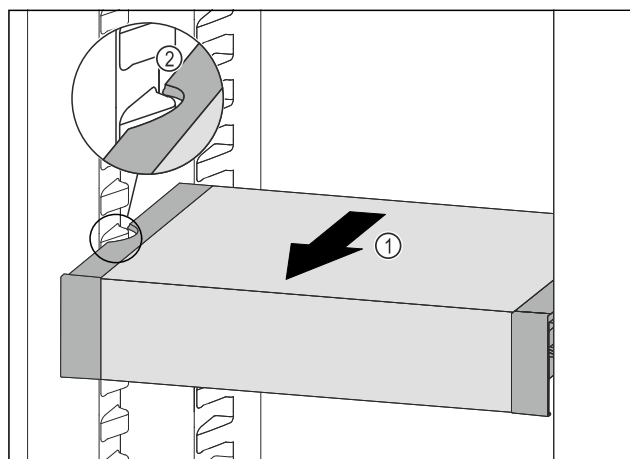

Fig. 63
- ▶ VarioSafe pociągnąć w przód Fig. 63 (1), aż boczne wycięcia szuflady VarioSafe będą się znajdować na wysokości żeber pojemnika w chłodziarce. Fig. 63 (2)